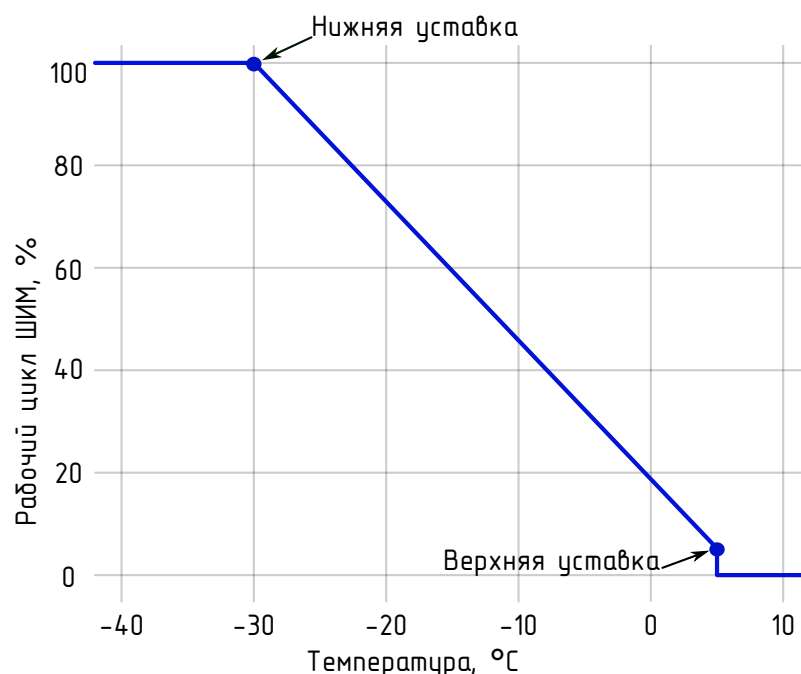

Рисунок 1.4 – Режим работы «Пропорциональный ШИМ»
- «Пропорциональный ШИМ» («PWM Proportional»). Длительность рабочего цикла ШИМ линейно интерполируется между верхней и нижней уставками в зависимости от показаний датчика(ов) температуры (см. рисунок 1.4). Для каждой уставки задаются температура и соответствующая длительность рабочего цикла;